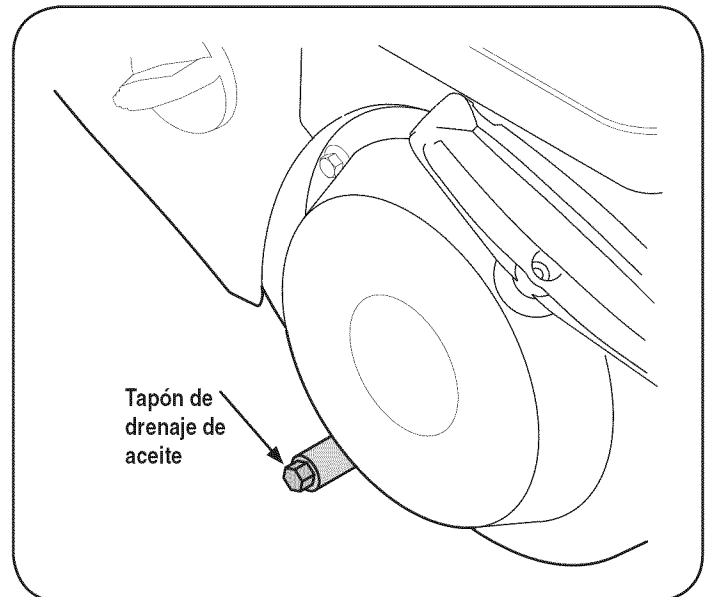

Figura 12
3. Saque el tapón de drenaje del aceite. Vea la Figura 12.